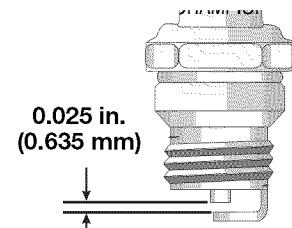

Fig. 43
- Remplacez toute bougie fendillée, encrassée ou sale. Réglez l'écartement à **0,635 mm (0,025 po)** à l'aide d'une jauge d'épaisseur (Fig. 43).